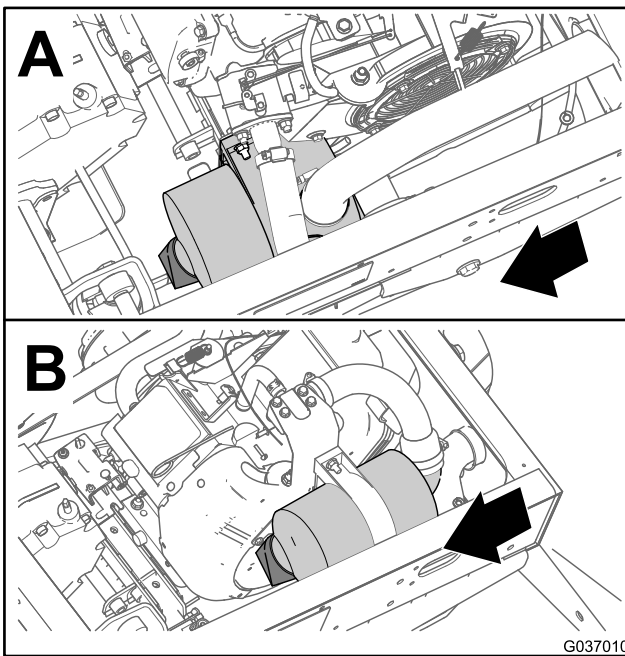
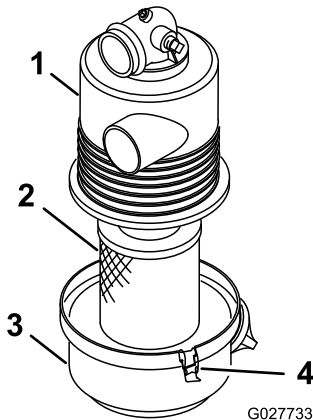

Figura 36
Figura 37
2. Verifique se existe algum dano no corpo do filtro de ar que possa provocar uma fuga de ar (Figura 36 e Figura 37).
- Liberte os trincos que fixam a cobertura do filtro de ar à respectiva caixa (Figura 37).
- Separe a cobertura do filtro de ar da caixa e limpe o interior da cobertura (Figura 37).
- Insira o elemento do filtro de ar na caixa (Figura 37).
- Alinhe a cobertura do filtro do ar com a caixa (Figura 37).
- Prenda a cobertura à caixa com as patilhas (Figura 37).